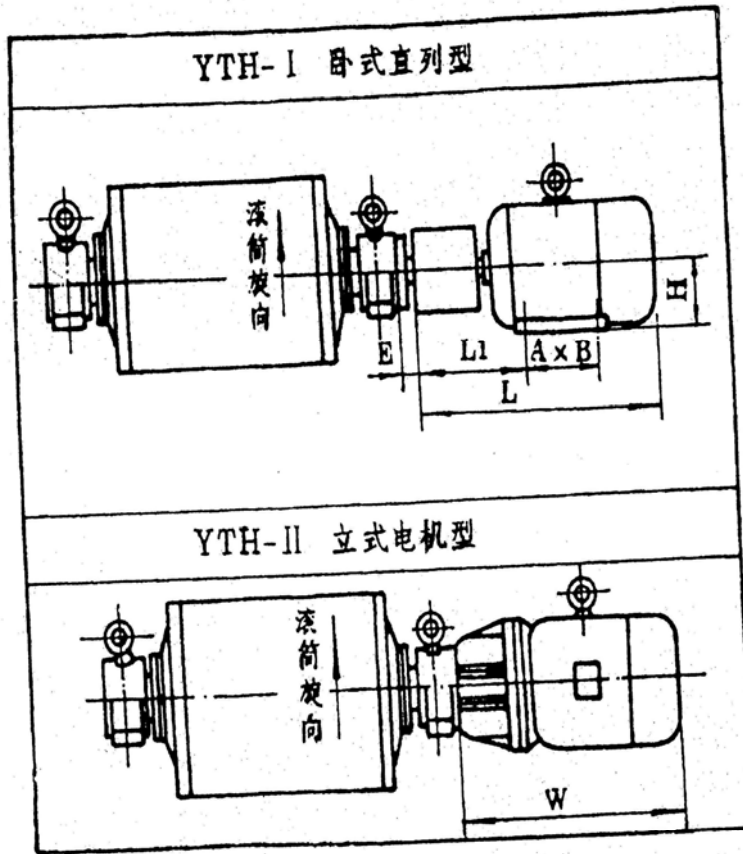

图 9
(3) YTH 型减速滚筒驱动装置：这是一种将减速系统放在滚筒空腔内的新型驱动装置，它具有结构紧凑，操作安全、占地面积小、重量轻、外观整齐、成本低等特点，配备功率有 2.2~160 千瓦，滚筒直径 500~1000 毫米，带速 0.32~4.0 米/秒，带宽 500~1400 毫米的各种规格，其简图见图 9，详细规格及安装、使用、维护说明另见《YTH 型减速滚筒说明书》。